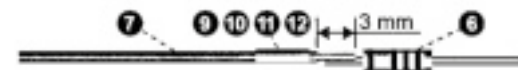

Fig. 3
3. Sur les fils restant en saillie en bas du mât, une résistance (6) est soudée sur chaque fil et le point de soudure est isolé avec chacune des gaines thermorétractables (9, 10, 11, 12). (Voir Fig. 3)